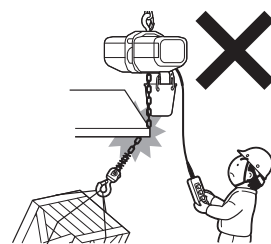
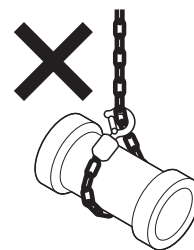

図30
図31
- (9)上下フックに損傷や変形があるものは使用しないでください。
- (10)フックの外れ止め金具が破損した状態では絶対に使用しないでください。
- (11)ロードチェーンを鉄板等の角(鋭利な角)に当てて操作しないでください。(図30)
- (12)ロードチェーンが変形したり傷ついたチェーンブロックは絶対に使用しないでください。
- (13)ロードチェーンを荷に巻き付けて使用しないでください。(図31)
- (14)作業開始前の点検や定期自主検査を必ず実施してください。
- (15)使用前にブレーキの動作を確認し、ブレーキが確実に作動しないときは運転しないでください。
- (16)損傷を受けたり、異音や異常振動がする電気チェーンブロックを運転しないでください。
- (17)ロードチェーンに次の異常があるときは絶対に使用しないでください。
- (18)電気チェーンブロック本体やトロリをストッパや構造物に衝突させないでください。
- (19)つり荷をほかの構造物や配線などに引っ掛けないでください。
- (20)使用前(無負荷時)に押ボタンの動作を確認し、押ボタンが円滑に動作しないときは運転しないでください。
- (21)押ボタンスイッチの指示と違う方向に動くときは直ちに運転をやめてください。